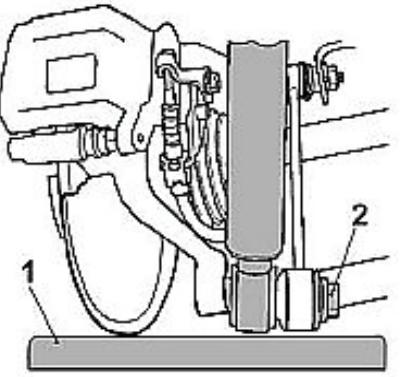

Fig. 9
- **Fig. 9** Radträger nach unten ablassen und Original HA-Feder entnehmen
- **Fig. 9** Wagenheber (1) unter das Radlagergehäuse stellen, Stoßdämpfer entlasten.
- Untere Befestigungsschraube (2) ausschrauben.
- **Fig. 9** Wheel carrier hang down and remove original rear-axle spring.
- **Fig. 9** Abaisser le palier de roue et enlever le ressort du train arrière.
- **Fig. 9** Rótulas hacia abajo y retirar los muelles originales del eje trasero.
- **Fig. 9** Placer un cric à boîte de vitesses (1) sous le carter de palier de roue, soulager l'amortisseur.
- Unscrew lower fastening screw (2).
- **Fig. 9** Screw in lower fastening screws. Use new screws!
- **Fig. 9** Visser les vis de fixation inférieures. Utiliser de nouvelles vis !
- **Fig. 9** Atornillar los tornillos de sujeción inferiores. Utilizar tornillos nuevos.